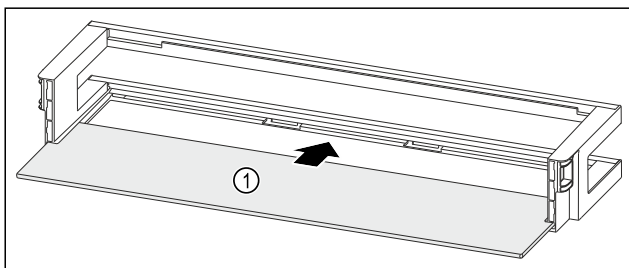

Fig. 204 Dveřní přihrádka s odkládací plochou
- ▶ Odkládací plochu Fig. 204 (1) zasuňte do bočních vybrání.